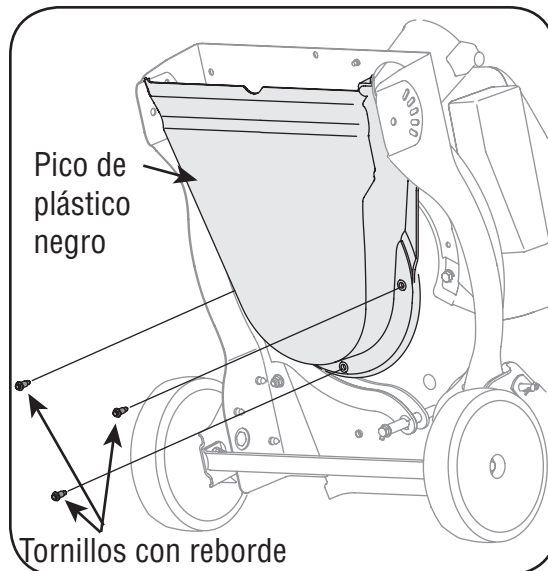

Figura 5-6
7. Incline la unidad con cuidado y apóyela hacia arriba para obtener acceso por la parte inferior al material de montaje del pico y al motor. Retire los tres tornillos con reborde que aseguran el pico de plástico negro a la caja inferior. Consulte la figura 5-6.